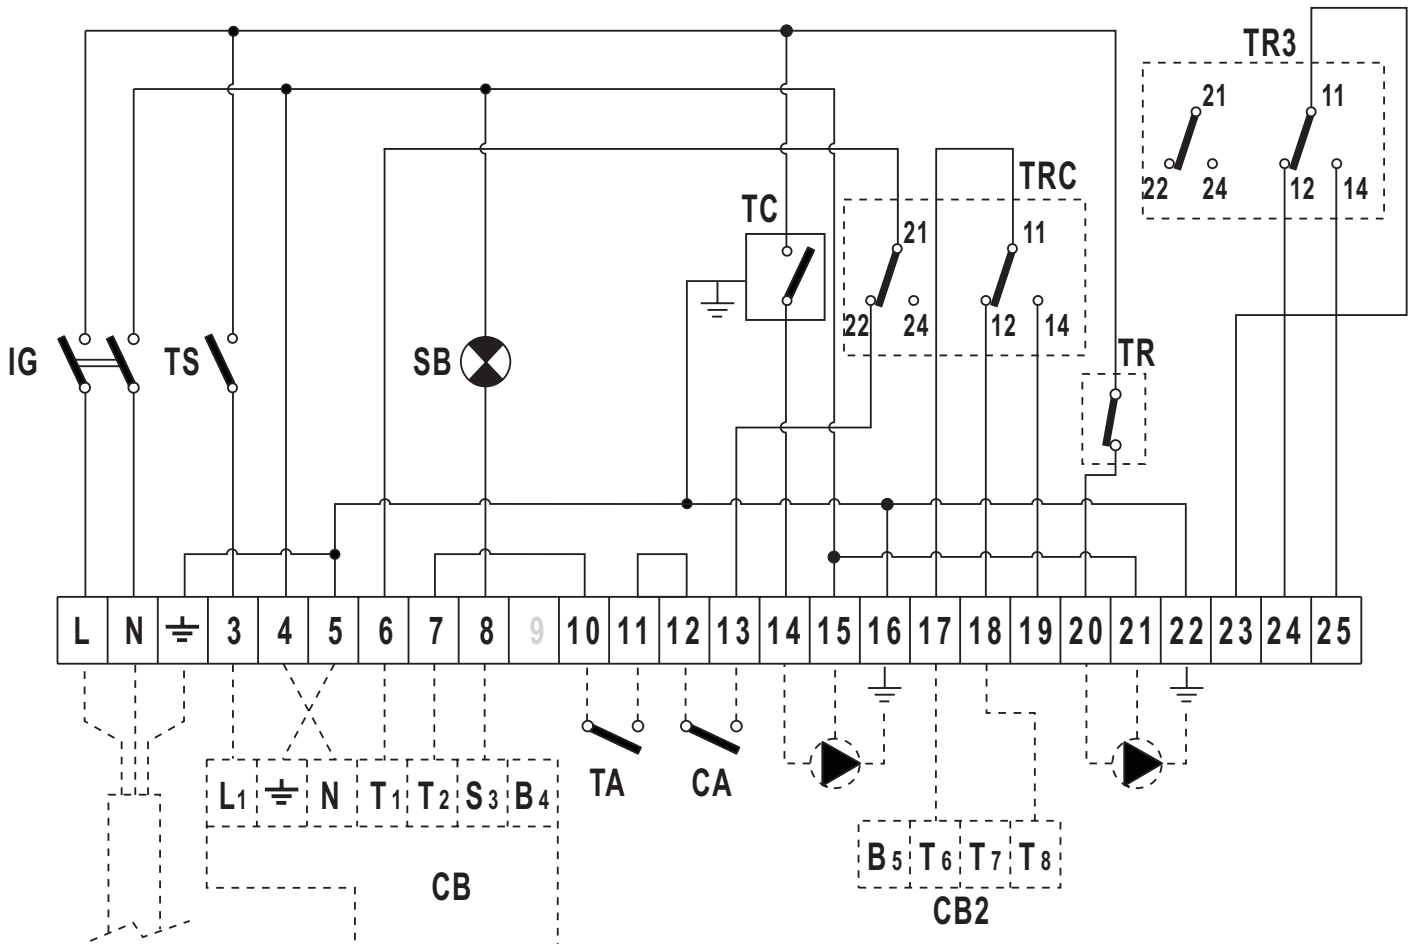

fig. 4 - Control panel 0QC077XA wiring diagram
### Electrical connections terminal block diagram (fig. 4)
**0QC077XA** – Panel de control termostático 3 etapas con recirculación (fig. 4)